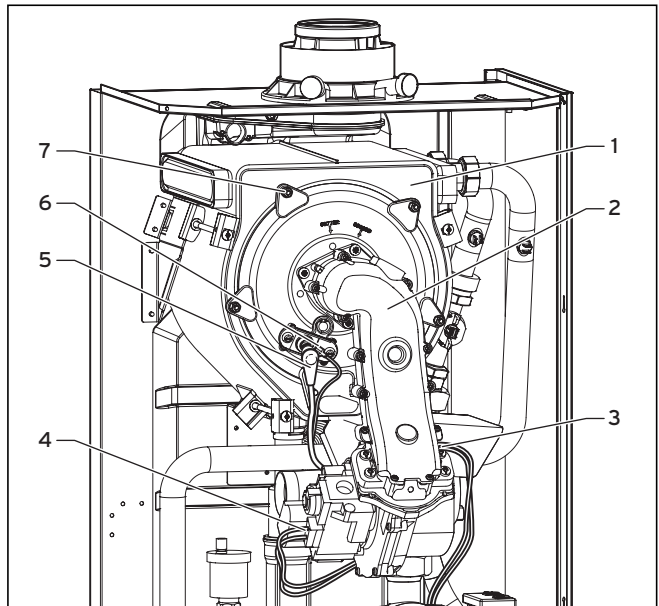

Рис. 8.2 Демонтаж термомодуля
- Вставьте компактный термомодуль (2, рис. 8.2) в интегральный конденсационный теплообменник (1, рис. 8.2).
- Затяните крест накрест пять гаек (7, рис. 8.2) в т.ч. держатель для воздухозаборной трубы, пока дверца горелки не будет равномерно прилегать к упорной поверхности.
- Вставьте запальный (5, рис. 8.2) и заземляющий провод (6, рис. 8.2).
- Вставьте кабели (3, рис.8.2) на двигателе вентилятора и кабель (4, рис.8.2) на газовой арматуре.